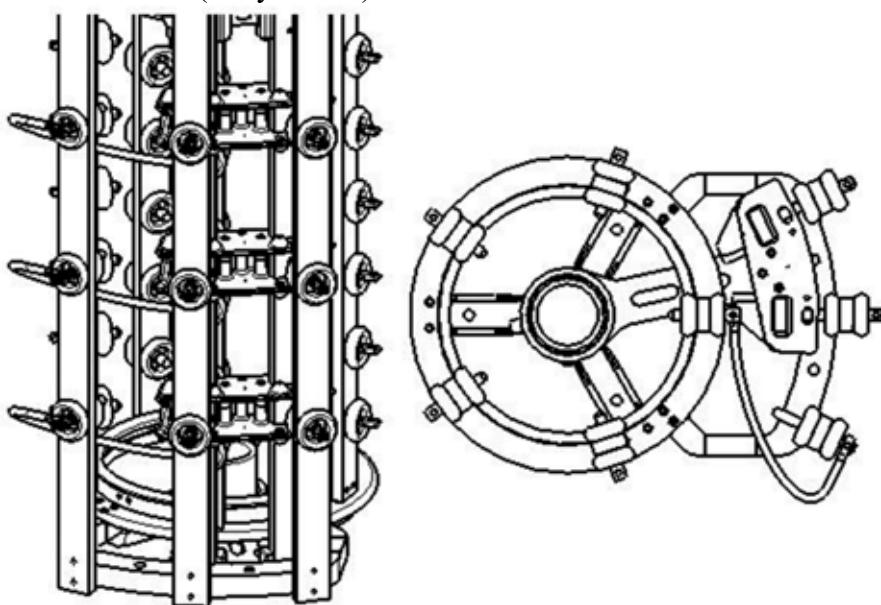

Рисунок 36 Избиратель с переключателем грубых ступеней
6.6.1.2 Подключение отводов регулировочной обмотки к выводам переключателя грубых ступеней Выводы (+), (-) и (0) переключателя грубых ступеней аналогичны контактам реверсора. Поэтому способ подключения такой же (Рисунок 36).